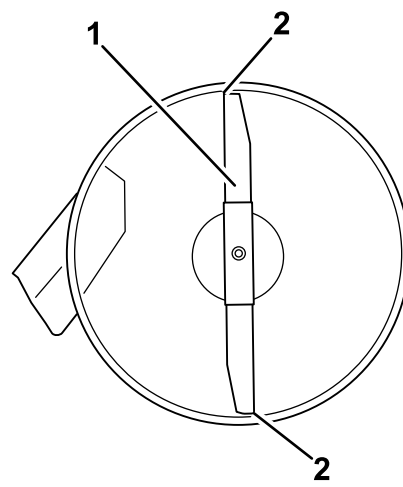

Figura 54
4. Girate con cautela le lame in modo che siano disposte longitudinalmente (Figura 54).
5. Misurate il valore dalla punta della lama anteriore e dalla punta della lama posteriore alla superficie piana (Figura 54). Se la punta della lama anteriore non è inferiore alla punta della lama posteriore di 1,6–7,9 mm, regolate il dado di bloccaggio anteriore.
più bassa di 1,6–7,9 mm rispetto a quella posteriore (Figura 54).